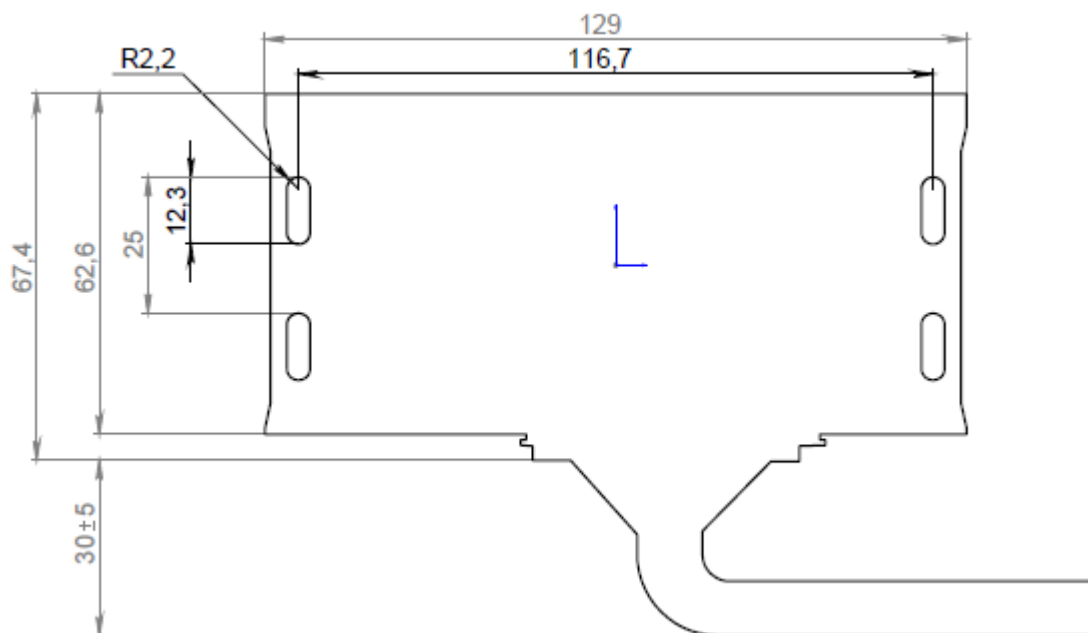

Рисунок 4.4 Установочные размеры терминала FORT-114
1. Место установки терминала должно быть выбрано, исходя из его габаритных (129x63x32 мм) и установочных (см. рисунок 4.4) размеров, а также с учетом обеспечения требуемого пространства для удобного подключения разъемов.